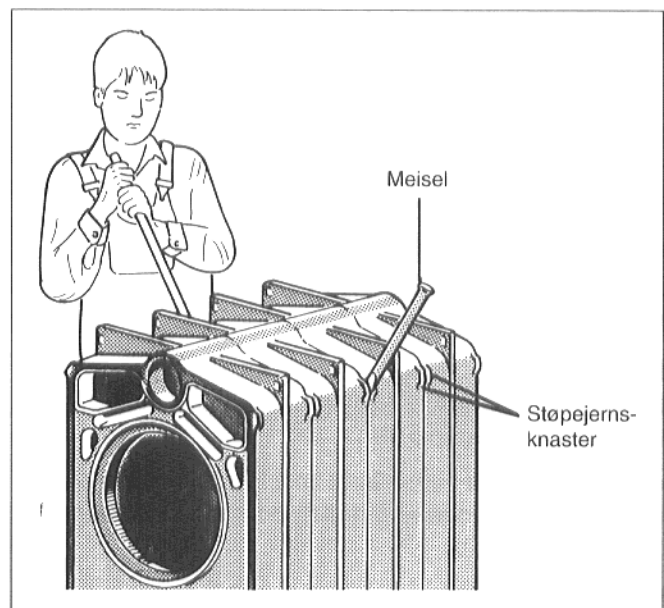

Fig. 20 Systemeksempel
- Skulle en navforbindelse være utett, tappes kjelen for vann gjennom tappe-/fyllekranen (fig. 20).